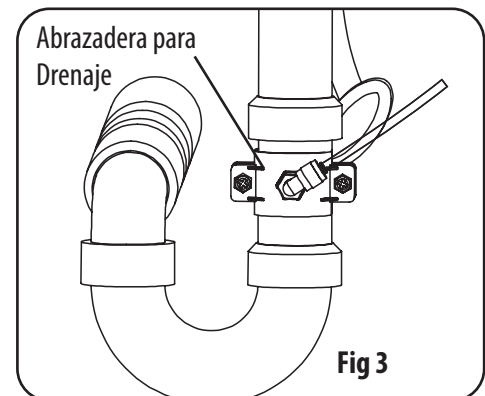

Fig 3
1. Saca la manguera de 1/4" (6.3mm) de la bolsa de accesorios, córtalo a la longitud adecuada, conecte un extremo a la conexión de agua del desagüe  en el sistema y asegure el otro extremo al tubo de drenaje (Fig 3). Asegúrate de que las mangueras estén completamente conectadas.
Las conexiones a las tuberías del fregadero se pueden hacer con una abrazadera diseñada para acoplar el tubo de desagüe del grifo. El kit de abrazadera de drenaje se suministra para las tuberías de drenaje del fregadero de 1-1/2" (38.1mm) (Fig 3). Asegúrese de verificar y seguir las normas de plomería locales antes de la instalación.